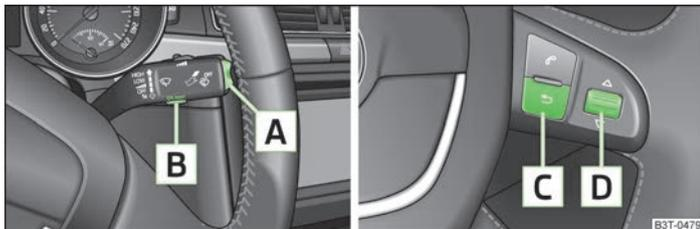

Abb. 6 Multifunktionsanzeige: Bedienelemente am Scheibenwischerhebel / Bedienelemente am Multifunktionslenkrad
Das Umschalten des Speichers erfolgt mithilfe der Taste **B** » Abb. 6 auf Seite 13 am Scheibenwischerhebel oder mithilfe des Einstellrads **D** am Multifunktionslenkrad.
Die Wipptaste **A** » Abb. 6 und die Taste **B** befinden sich am Scheibenwischerhebel. Das Umschalten und Zurücksetzen am Multifunktionslenkrad erfolgt mit dem Einstellrad **D**.
› Die Taste **B** » Abb. 6 bzw. **D** antippen.
› Kurz auf die Wipptaste **A** » Abb. 6 oben oder unten drücken. Dadurch werden die einzelnen Funktionen der Multifunktionsanzeige nacheinander geöffnet.
› Die Taste **C** » Abb. 6 drücken, um das Menü der Multifunktionsanzeige aufzurufen.
› Die Taste **B** » Abb. 6 bzw. **D** länger drücken.
Sinkt die Außentemperatur unter +4 °C, erscheint vor der Temperaturanzeige ein Schneeflockensymbol (Glatteiswarnung) und es ertönt ein akustisches Signal. Nach dem Drücken der Wipptaste **A** » Abb. 6 auf Seite 13 am Scheibenwischerhebel bzw. der Taste **C** am Multifunktionslenkrad wird die Funktion dargestellt, die zuletzt angezeigt wurde.
Im Display erscheint die Fahrzeit, die seit dem letzten Löschen des Speichers vergangen ist. Wenn man die Fahrzeit von einem bestimmten Zeitpunkt an messen möchte, dann muss zu diesem Zeitpunkt der Speicher durch Drücken der Taste **[B]** » Abb. 6 auf Seite 13 am Scheibenwischerhebel oder des Einstellrads **[D]** am Multifunktionslenkrad auf null gesetzt werden.
Wenn man den durchschnittlichen Kraftstoffverbrauch für einen bestimmten Zeitabschnitt messen möchte, dann muss zu Beginn der Messung der Speicher mit der Taste **[B]** » Abb. 6 auf Seite 13 am Scheibenwischerhebel oder mit dem Einstellrad **[D]** am Multifunktionslenkrad auf null gesetzt werden. Nach dem Löschen erscheint im Display auf den ersten ca. 300 m Fahrstrecke kein Wert.
Im Display erscheint die Fahrstrecke, die seit dem letzten Löschen des Speichers » Seite 12 vergangen ist. Wenn man die zurückgelegte Fahrstrecke von einem bestimmten Zeitpunkt an messen möchte, dann muss zu diesem Zeitpunkt der Speicher durch Drücken der Taste **[B]** » Abb. 6 auf Seite 13 am Scheibenwischerhebel oder des Einstellrads **[D]** am Multifunktionslenkrad auf null gesetzt werden.
Im Display wird die Durchschnittsgeschwindigkeit in km/h seit dem letzten Löschen des Speichers angezeigt » Seite 12. Wenn man die Durchschnittsgeschwindigkeit für einen bestimmten Zeitabschnitt messen möchte, dann muss zu Beginn der Messung der Speicher mit der Taste **[B]** » Abb. 6 auf Seite 13 am Scheibenwischerhebel oder mit dem Einstellrad **[D]** am Multifunktionslenkrad auf null gesetzt werden.
- › Mit der Taste **A** » Abb. 6 auf Seite 13 am Scheibenwischerhebel oder mit dem Einstellrad **D** am Multifunktionslenkrad den Menüpunkt **Warnung bei Geschwindigkeitsüberschreitung** wählen.